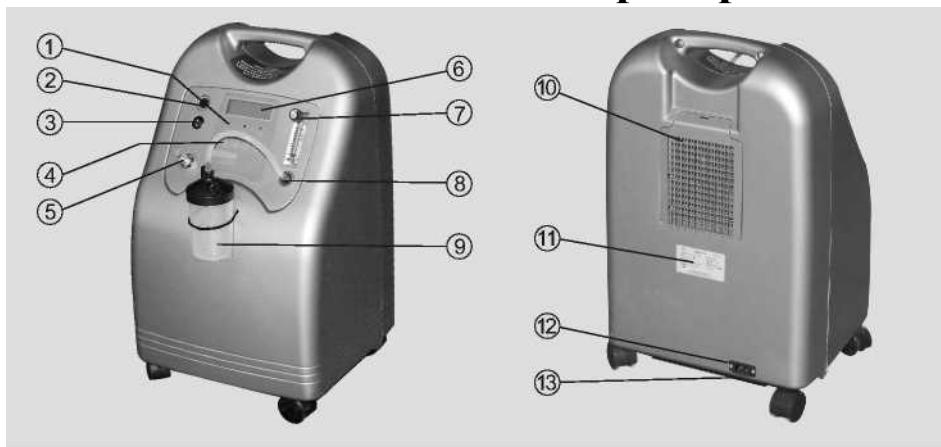
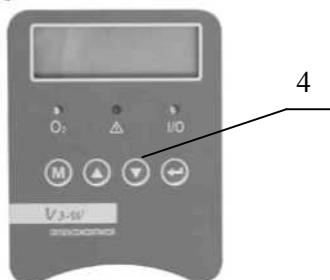
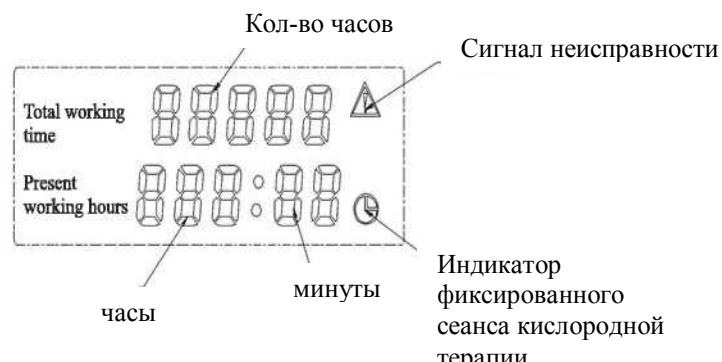

рис. 1
Рис. 2
рис. 3
4) Кнопки управления (рис. 1 и рис. 2), устанавливают период времени продолжительности кислородной терапии.
6) Жидкокристаллический дисплей (рис. 1 и рис. 3). Отображает общее время работы кислородного концентратора, а также отрезки времени кислородной терапии, которые пожелает проконтролировать или задать пользователь, чтобы максимально точно следовать индивидуальному режиму кислородной терапии, конкретного пациента.